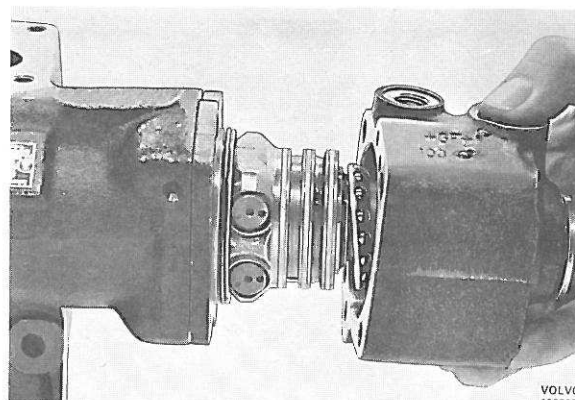

Figure 97. Démontage du distributeur d'huile
4. Enlever le capot caoutchouc (52) et les vis de fixation (55). Démontez le distributeur d'huile (57), voir figure 97. Retirer le jonc de verrouillage (53) et extraire la bague d'étanchéité (54).